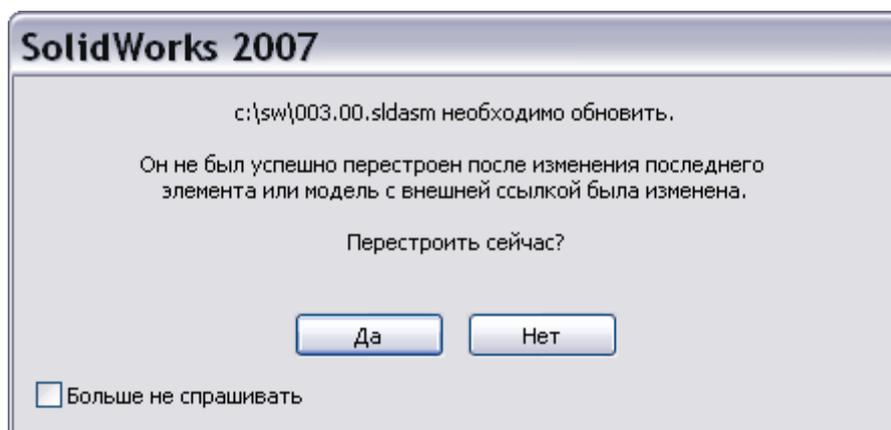

Рис. 56
- После нажатия на кнопку Ok модель откроется в окне SW и появится сообщение (Рис. 56).